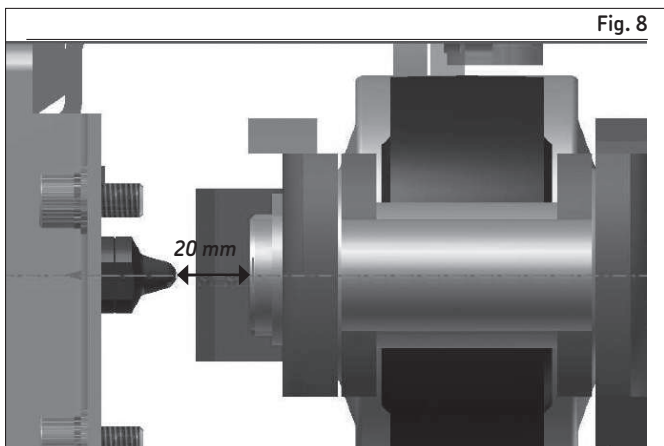

Fig. 8
- El ajuste de la posición permite centrar la cabeza de inyección del sistema de lubricación en relación con el engrasador del punto de lubricación. La cabeza de inyección deben encontrarse a una distancia de 20 mm en relación con el punto de lubricación (→ fig. 8). Por consiguiente, debe ajustarse las posiciones vertical y horizontal del sistema de inyección.